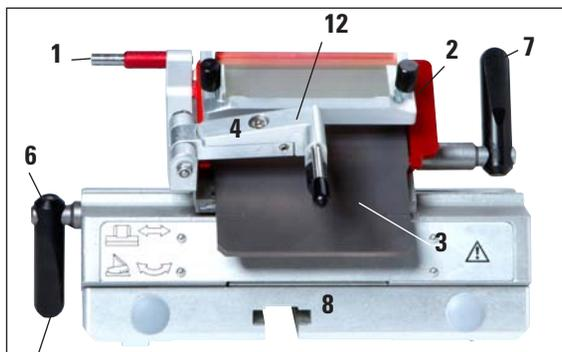

図12
- 逃げ角アジャスター（5、図 12）、調整には六角レンチ（サイズ 4 mm）を使用（ナイフホルダーの左の拡大図を参照）。推奨角度は 2°～5°
1. セグメントアーク (1) をベースから取り外すには、六角レンチ (サイズ 4 mm) で逃げ角アジャスター (2) 上のネジを緩め、セグメントアーク (1) をナイフホルダーベースから取り外します。
2. レバー (4) を握ってアンチロールシステム (3) を左に傾けます。
3. クランプレバー (5) を反時計方向に回して開きます。
4. プレッシャープレート (6) をつかみ、ボルト (7) を取り外します。
5. 続いてプレッシャープレート (6) を外し、クリーニングします (アルコール使用)。
6. セグメントアーク (2) から上部 (8) を取り外すには、ナイフホルダークランプレバー (6、図 12) を時計方向に回してゆるめ、引き出します。これで、ナイフホルダーを横方向に動かし、セグメントアークから取り外すことができます。